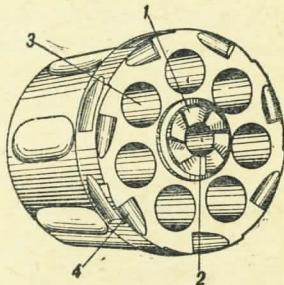

Рис. 18. Барабан (вид сзади):
**19. Барабан** (рис. 18) с семью каморами служит патронником и вместе с тем магазином. Он имеет: **центральный канал**, в широкой передней части которого помещается подвижная трубка с пружиной, а в узкой задней — толстый конец оси барабана; в переднем конце канала сделан круговой желобок и продольный паз для соска трубки барабана; снаружи на барабане имеется семь **выемов** для облегчения веса барабана; **поясок** с семью выемками (в которые при взведении курка входит сосок спускового крючка и тем удерживает очередную камору против ствола) и с семью зарубками для зуба дверцы, препятствующего поворачиванию барабана влевую сто-